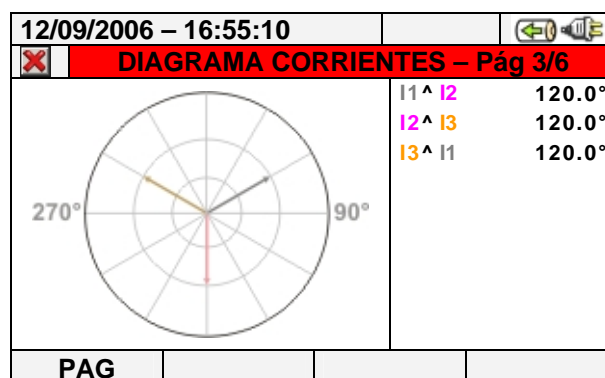

Fig. 66: Diagrama vectorial corrientes para sistemas 4-hilos, 3-hilos y ARON
- El diagrama vectorial de la corriente. La Fig. 66 muestra el caso de un sistema 3-hilos, ARON o 4-hilos: